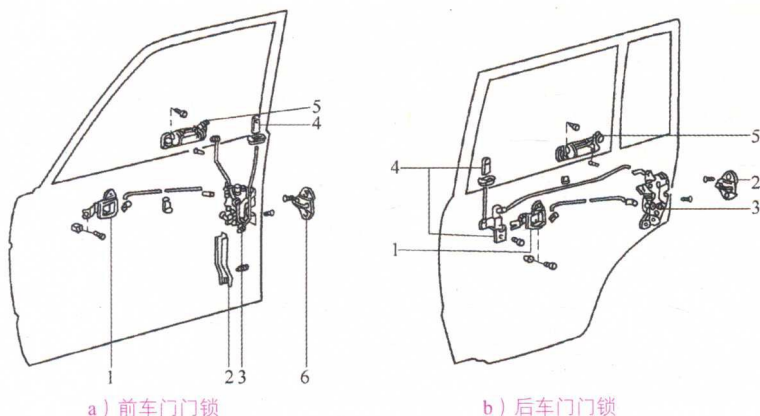

图 3-47 轿车前、后车门门锁安装结构
(1) 汽车车门锁分类 轿车前、后车门门锁的安装情况如图 3-47 所示。